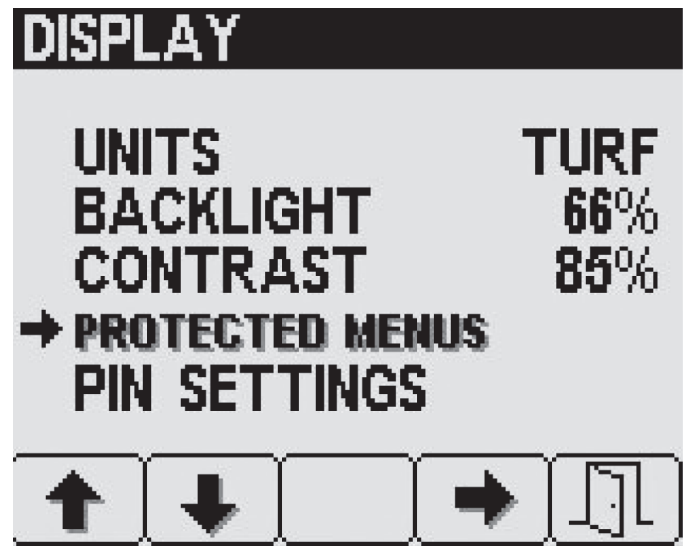

Figure 27
1. Appuyez sur la touche 2 de l'écran de réglages de l'Affichage jusqu'à atteindre l'option Menus protégés, puis appuyez sur la touche 4 pour sélectionner "Menus protégés" (Figure 27).